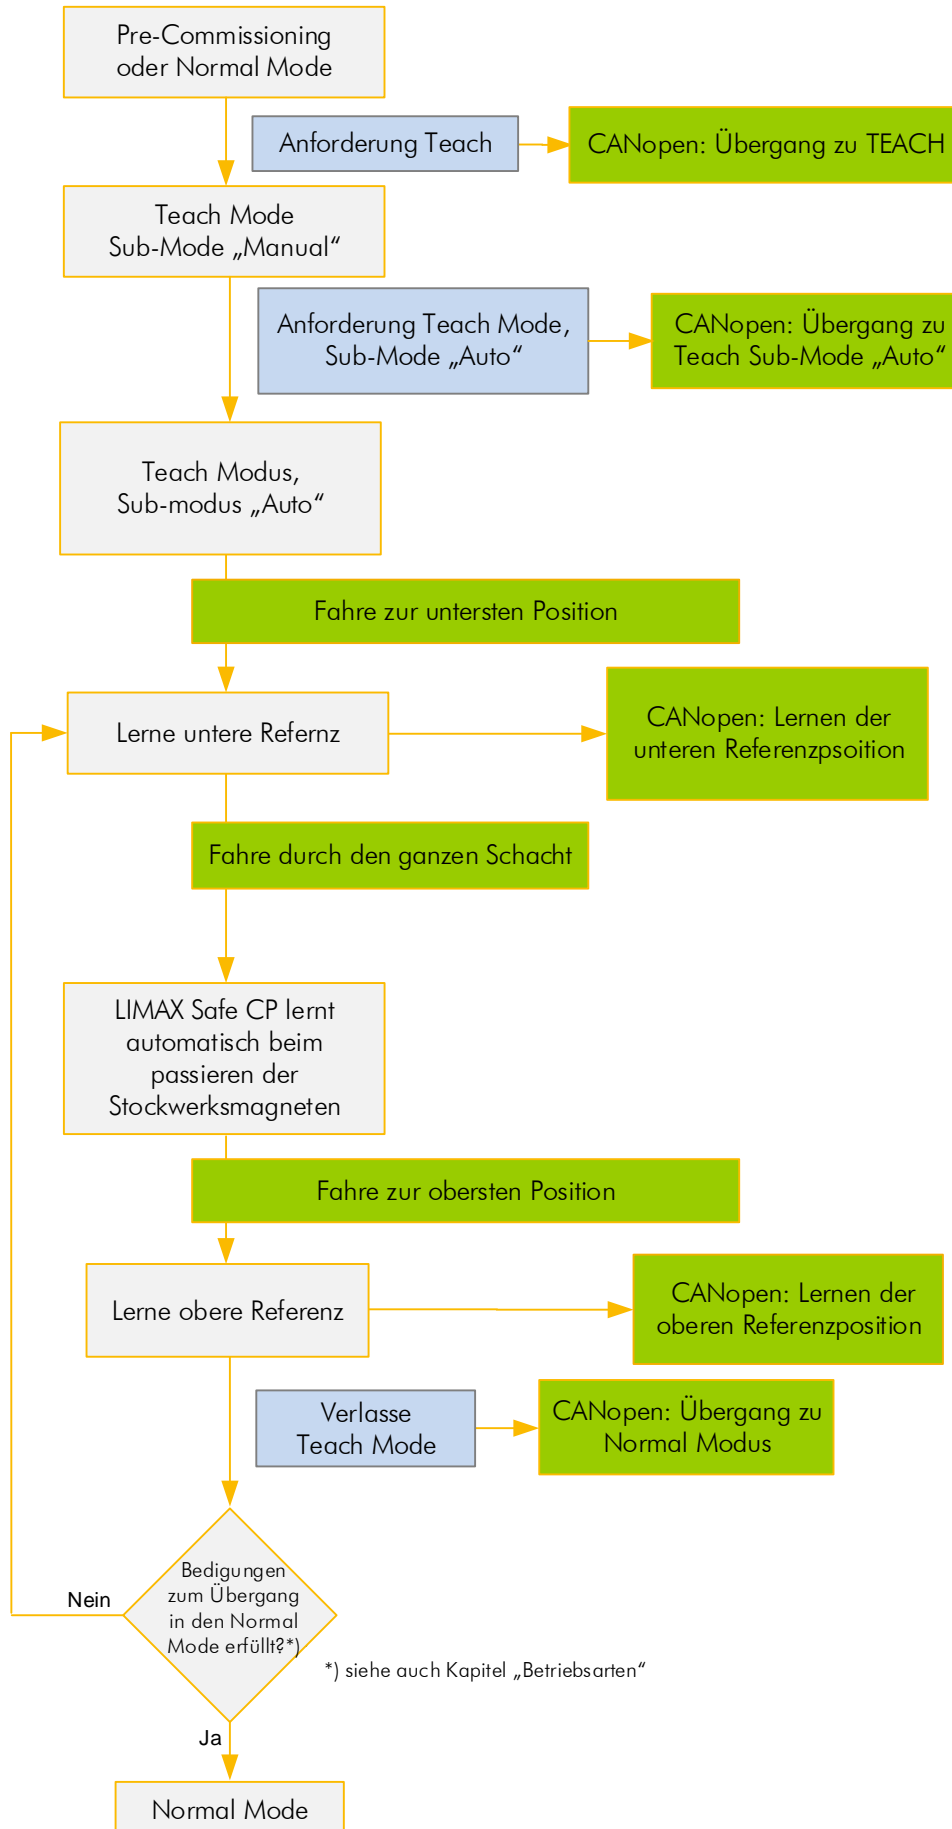

Abbildung 17: Zeitsparender Ablauf im Teach-Mode Auto
- und abschließend die andere Referenzposition gelernt wird, kann die Zeit für eine Fahrt durch den gesamten Schacht gespart werden (Ablauf ähnlich Abbildung 17).
Folgt der Lernvorgang Abbildung 17 (siehe nächste Seite), ist es nur notwendig, eineinhalb Mal durch den gesamten Schacht zu fahren: